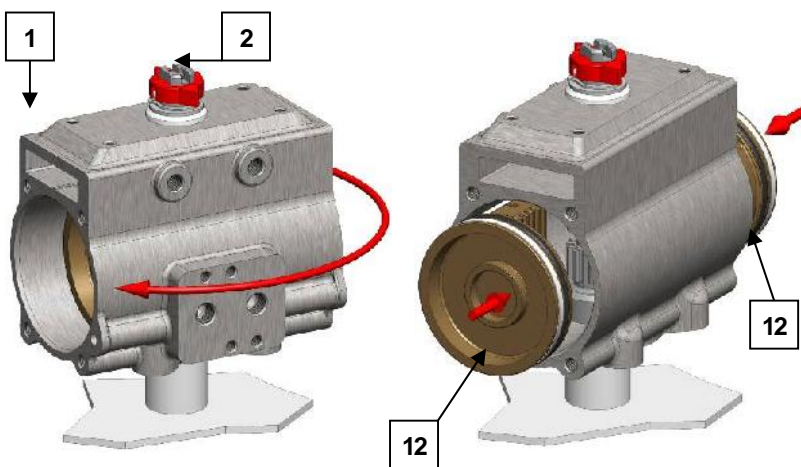

Fig.4
8. Ruotare il cilindro ( 1 ) in senso orario ( visto dal sopra ) rispetto al pignone ( 2 ) in modo tale che i pistoni ( 12 ) escano dalla presa col pignone ( 2 ) e traslino verso le estremità del cilindro. A questo punto è possibile sfilare i 2 pistoni ( 12 ) vedi Fig. 4. **ATTENZIONE:** Non utilizzare aria compressa per togliere i pistoni ( 12 ) dal corpo ( 1 );